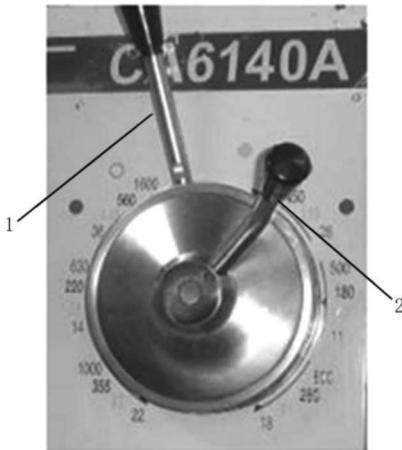

图 1-1-2 CA6140 车床的主轴变速操作手柄
(1) 车床主轴变速手柄: 车床主轴的变速通过改变主轴箱正面右侧两个叠套的长、短手柄 1、2 的位置来控制。外面的短手柄 2 在圆周上有 6 个挡位, 每个挡位都有由 4 种颜色标示的 4 级转速; 里面的长手柄 1 除有两个空挡外, 还有由 4 种颜色标示的 4 个挡位, 如图 1-1-2 所示, CA6140 型车床的主轴变速操作手柄。